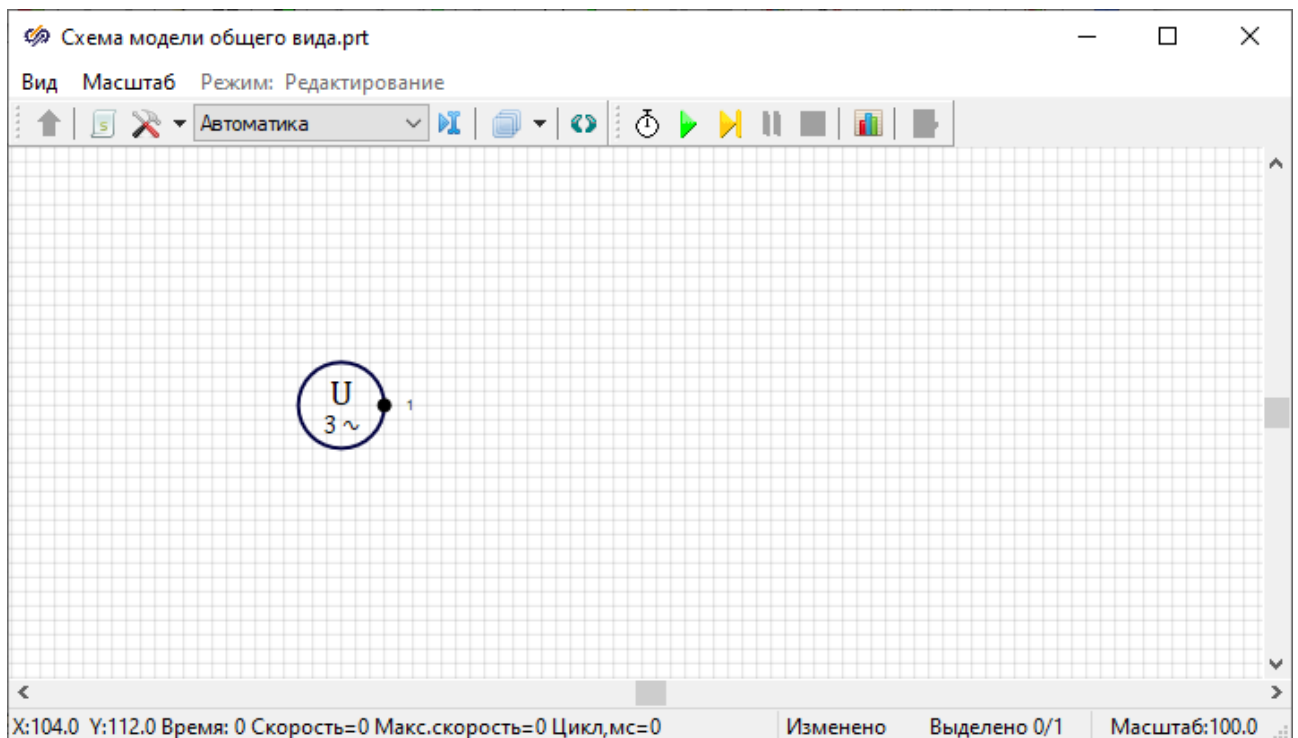

Рисунок 3.4.4. Установленный блок «**Источник напряжения 3-фазный**».
- 4) Выберите место для установки блока и совершите нажатие левой кнопкой мыши, завершая установку блока в рабочей области окна (Рисунок 3.4.4).